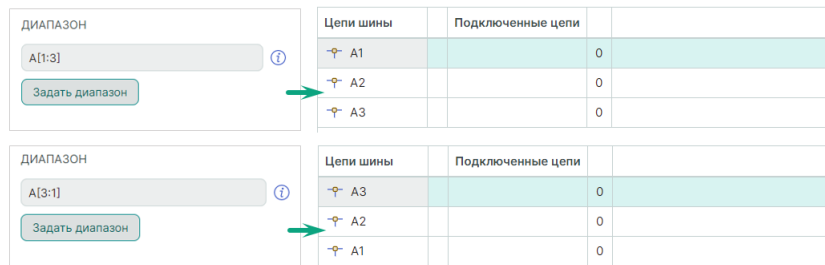

Рис. 187 Варианты добавления диапазона (префикс и диапазон)
- Prefix[Min:Max] или Prefix[Max:Min], см. Рис. 187.